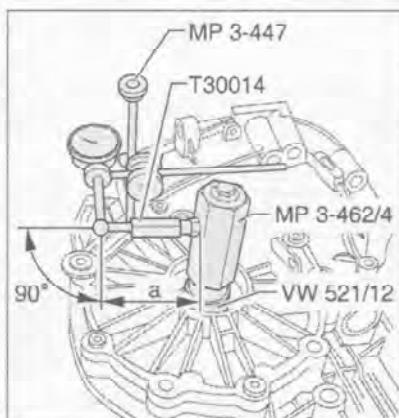

Рис. 7.160. Установите индикатор часового типа с надставкой VW 382/10. Отрегулируйте рычаг T30014 измерительного прибора на размер a .
22. Установите индикатор часового типа с надставкой VW 382/10 (рис. 7.160).
30. Выполните проверку зазора в зацеплении шестерен с установленными шайбами (рис. 7.160). **Номинальное значение:** 0.12-0.22 мм.